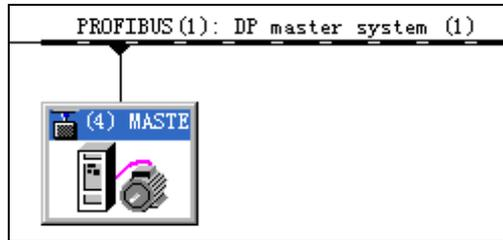

图 2-13 MASTERDRIVES 图标
(4) 点击“OK”后，在 PROFIBUS 网络线下就会显示 MASTERDRIVES 的图标，如图 2-13 所示。